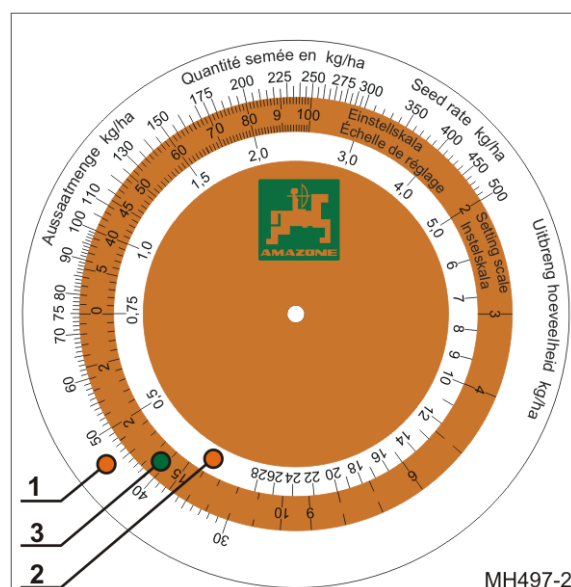

Fig. 104
- en udvendig hvid skala (Fig. 104/1) til alle gødningsmængder over 30 kg/ha
- en indvendig hvid skala (Fig. 104/2) til alle gødningsmængder under 30 kg/ha
- en farvet skala (Fig. 104/3) med alle gearindstillinger fra 1 til 100.